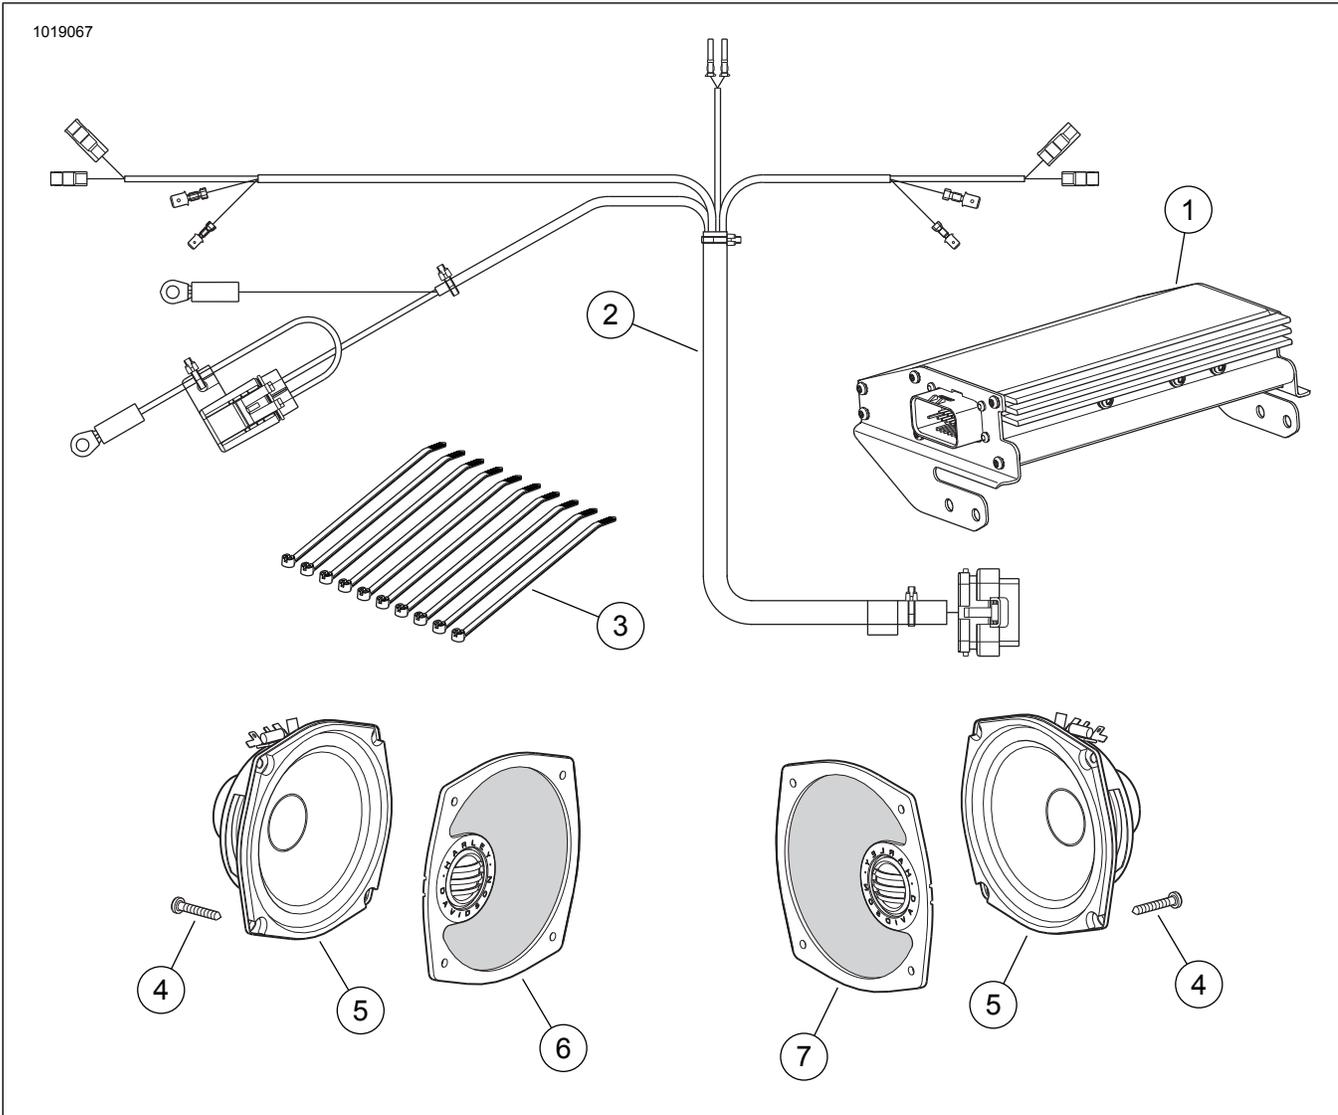

Figura 7. Piezas de servicio: Kit de amplificador del Boom! Audio
1. Consulte la Figura 7. Obtenga el arnés del amplificador (2) de **este** kit.